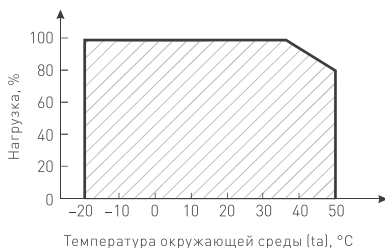

Рис. 2. Максимальная допустимая нагрузка, % от мощности источника
- 4.3. Не нагружайте источник питания более 80% от его максимальной мощности. Учитывайте, что с повышением температуры окружающей среды, максимальная мощность источника питания снижается, см. график зависимости на рис. 2.